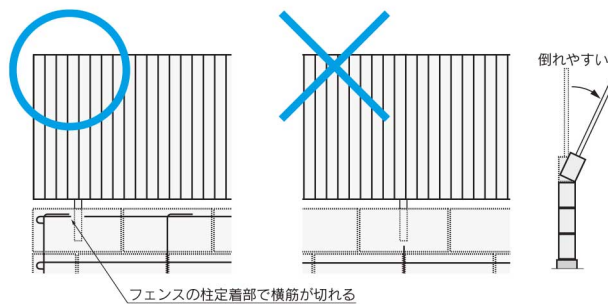
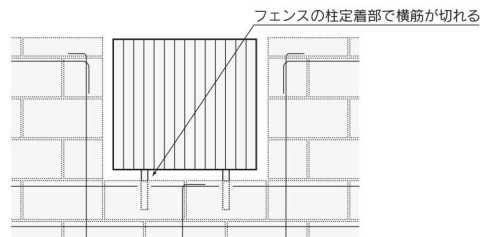

図2-2-13 連続フェンス塀の配筋
図2-2-14 組込フェンス塀の配筋
- ・フェンス付きブロック塀の配筋は、フェンスの柱定着部と、ブロックの最上段の横筋が変則配筋となります(図2-2-13、図2-2-14)。